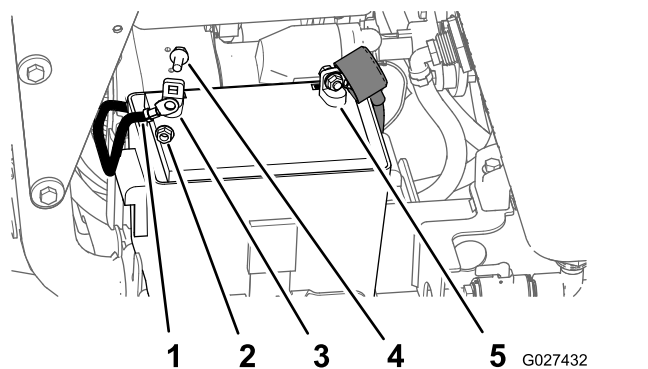

Figura 76
3. Retire el tornillo de cabeza hexagonal con arandela prensada y la tuerca con arandela prensada del cable negativo de la batería y del borne negativo (-) de la batería, y retire el cable de la batería (Figura 76).
4. Retire la cubierta del borne rojo del borne positivo de la batería (Figura 76).
5. Retire el tornillo de cabeza hexagonal con arandela prensada y la tuerca con arandela prensada del cable positivo (color rojo) de la batería y del borne positivo (+) de la batería, y retire el cable de la batería (Figura 76).
3. Conecte primero el cable positivo (rojo) al borne positivo (+) de la batería con una tuerca y un perno con arandela prensada (Figura 76).
5. Conecte el cable negativo de la batería al borne negativo (-) de la batería con un perno con arandela prensada y una tuerca con arandela prensada (Figura 76).